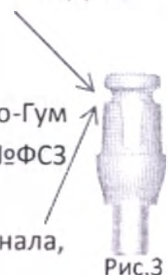

Рис.3
- 2) Острые края (см. рис. 3) обрабатываются с помощью силиконового полира «Абразо-Гум Акрил» (арт. P243NM10) производства «бредент ГмБХ & Ко. КГ», Германия (№ФСЗ 2008/03490).